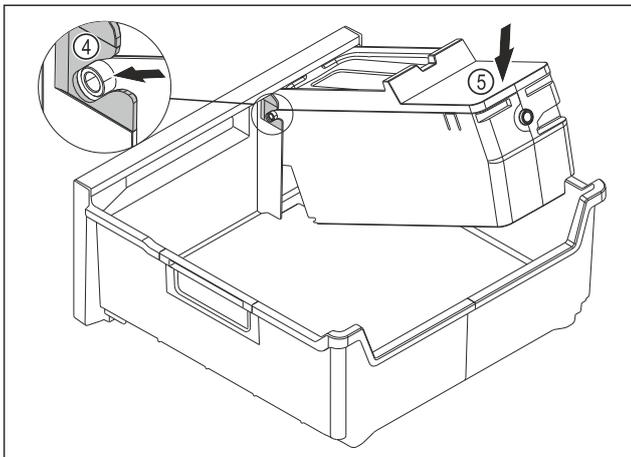

Fig. 89
- ▶ EasyTwist-Ice-Korpus montieren: Achsen des EasyTwist-Ice-Korpus in die Führungen Fig. 89 (4) einschieben.
- ▶ EasyTwist-Ice-Korpus Fig. 89 (5) hinten nach unten drücken.